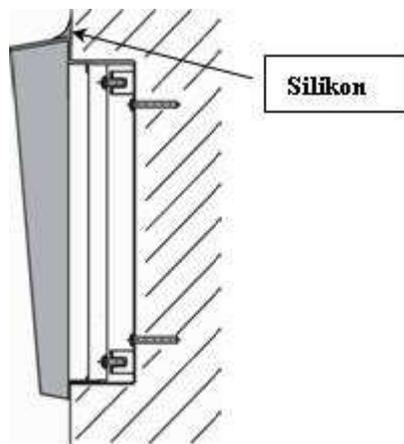

Abbildung 2.5 Montage des Wetterschutzes
8. Bei der Installation des Wetterschutzes müssen die oberen und seitlichen Kanten mit Silikon abgedichtet werden wie in Abbildung 2.5 gezeigt, um zu verhindern, dass Wasser entlang oder um die Kabel herum in das Gehäuse eindringt.
- Die Fuge zwischen dem Wetterschutzrahmen und der Wand muss mit einem wasserdichten Zement ausgefüllt werden, um das Eindringen von Wasser zu verhindern (siehe Abbildung 2.5).